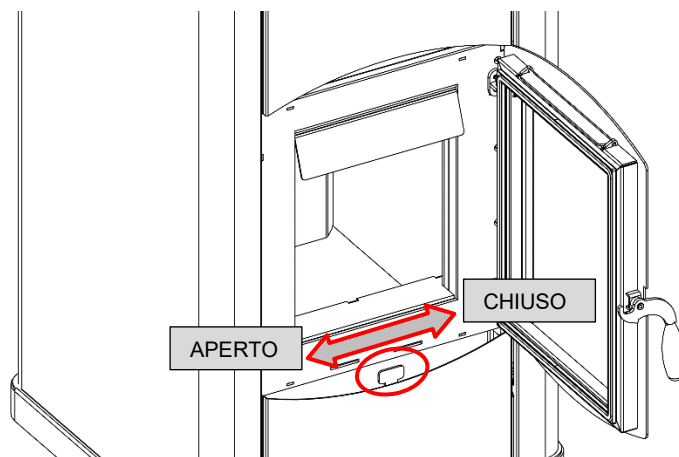

Fig.15
- 1 Mettere la leva dello starter in posizione di massima apertura (fig 15)